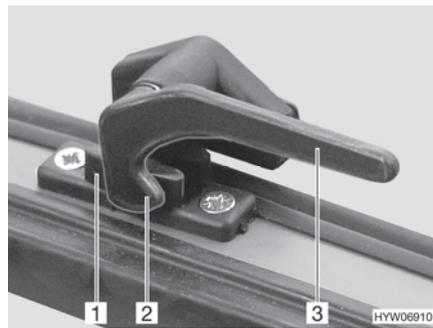

Fig. 36 Palanca de bloqueo en la posición "cerrada"
- Girar la palanca de bloqueo (Fig. 36,3) un cuarto de vuelta hacia la mitad de la ventana.
- Girar la palanca de bloqueo (Fig. 36,3) un cuarto de vuelta hacia el marco de la ventana. El saliente de bloqueo (Fig. 36,2) se encuentra en la cara interior del bloqueo de la ventana (Fig. 36,1).
- En la posición "cerrada fijamente" (Fig. 36)